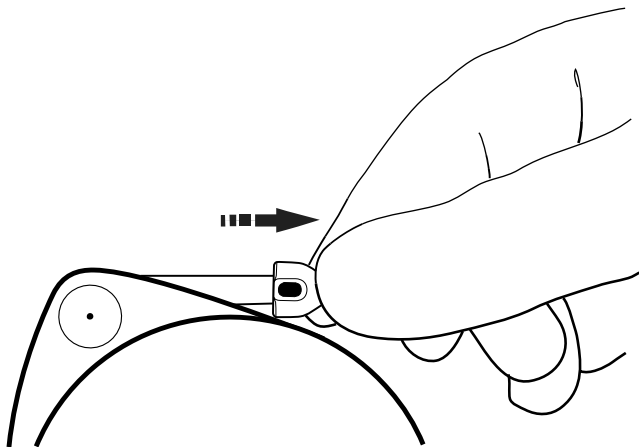

Figure 20. Vérification de la bonne fixation à la pompe en tirant sur le connecteur.
- b. Tirer comme pour détacher le connecteur de la pompe. Le connecteur doit résister solidement (Figure 20).